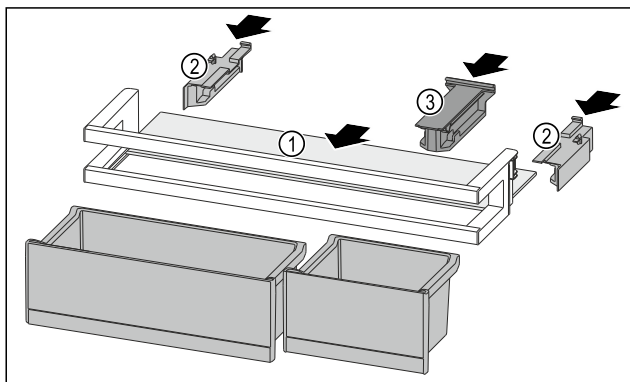

Fig. 100
- ▶ Wsunąć półkę Fig. 100 (1) w boczne wycięcia.
- ▶ Włożyć elementy boczne Fig. 100 (2).
- ▶ Włożyć element trzymający Fig. 100 (3).